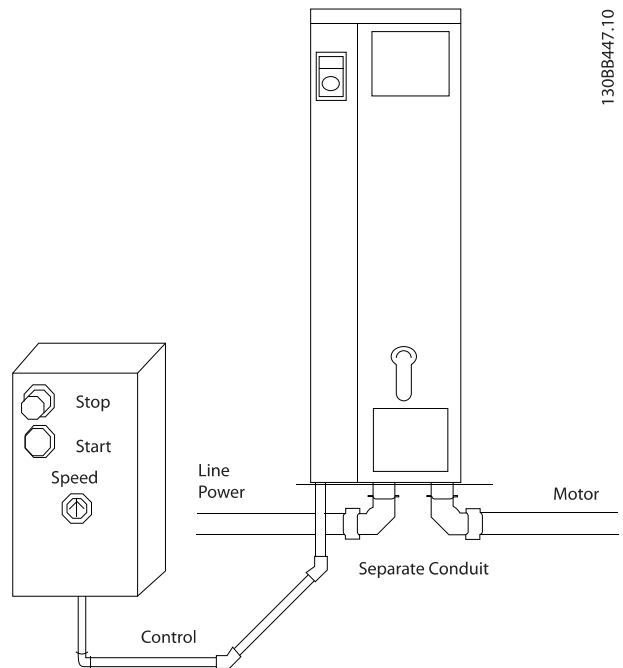

图 2.6 使用线管执行的正确电气安装
- 由于电动机线路带有高频电流，因此主电源、电动机功率以及控制线路必须单独布线。请使用金属线管或单独的屏蔽线。如果不隔离功率、电动机和控制线路，将可能影响设备的性能。请参阅 图 2.6。